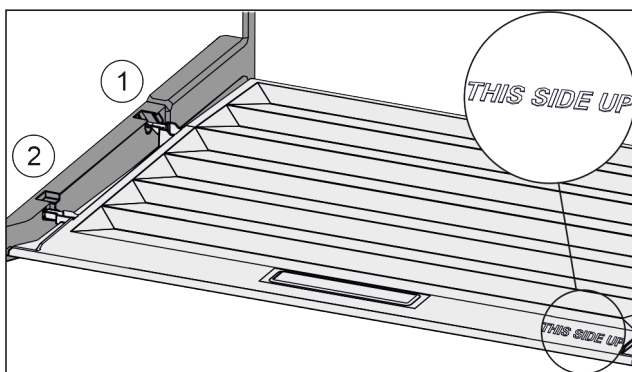

Fig. 35
- ▶ Deckelstege über Öffnung der hinteren Halterung Fig. 35 (1) einführen und vorne in Halterung Fig. 35 (2) einrasten.